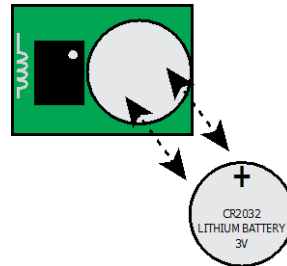

Bild 7. Byta batteri
**OBS! Batteriets polaritet måste följas, enligt bild 7. Felaktig hantering av litiumbatterier kan resultera i överhettning, explosion eller brand och kan leda till personskador.**